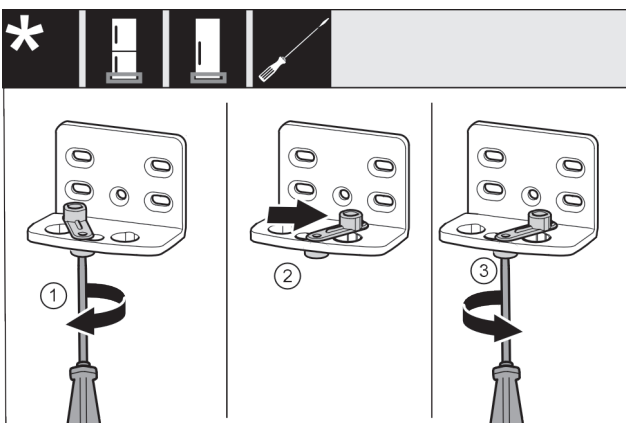

Fig. 16
- Vijake Fig. 16 (1) rahlo privijte z izvijačem.
- Privzdignite pripomoček za zapiranje vrat Fig. 16 (2) in ga v luknji zavrtite za 90° v desno.
- Zategnite vijak Fig. 16 (3) z izvijačem.